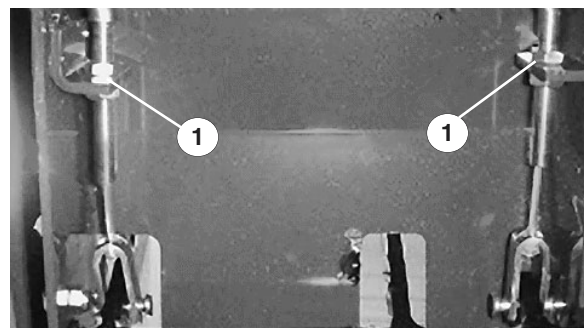

Figure 34
2. Pour réduire la garde aux pédales de frein, desserrez l'écrou avant sur l'extrémité filetée du câble de frein (Fig. 34). Serrez ensuite l'écrou arrière pour déplacer le câble en arrière jusqu'à obtention d'une garde de 13 mm à 25 mm. Resserrez l'écrou avant une fois que les freins sont réglés correctement.